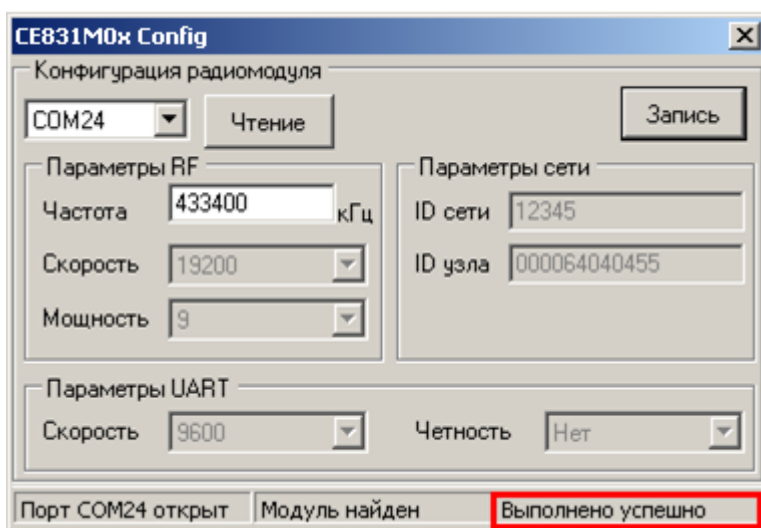

Рисунок 5.23 – Сообщение о результате выполнения операции
- Запись нового значения частоты производится по нажатию кнопки «Запись». В случае успешной записи в строке статуса отобразится сообщение «Выполнено успешно», а текущие настройки радиомодуля отобразятся в соответствующих полях окна программы (см. рисунок 5.23). В случае если в строке статуса отобразилось сообщение «Ошибка», повторите запись.